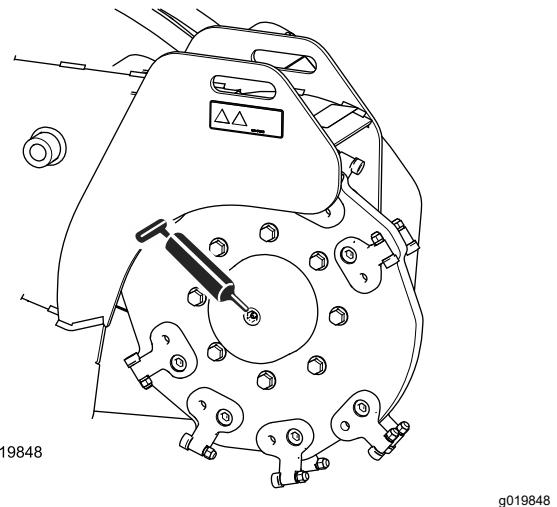
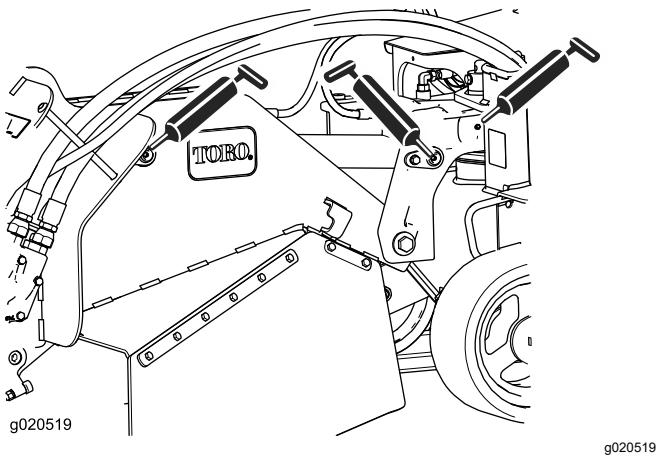

Bild 26
Bild 28
- Setzen Sie die Fettpresse nacheinander an allen Nippeln an (Bild 26 und Bild 28).